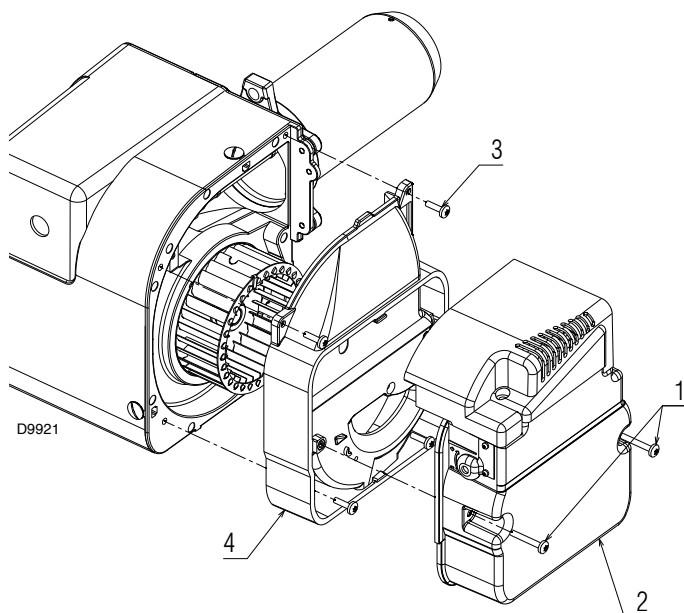

Fig. 22
- dévisser les vis 1)(Fig. 22) et retirer le volet d'air 2);